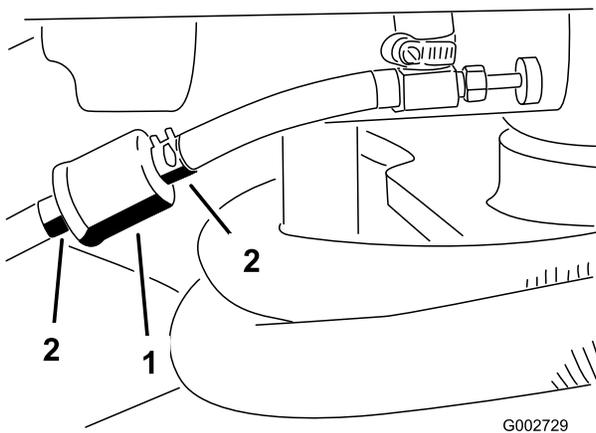

図 28
1. 燃料バルブを閉じ、フィルタのキャブレター側についているホース・クランプをゆるめ、燃料ラインからフィルタを外す(図 28)。